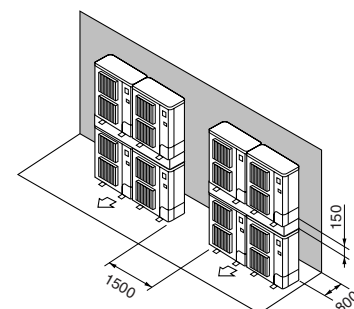

Fig. 2-14
- ⑦ Stabilede enheder arrangement (Fig. 2-14)